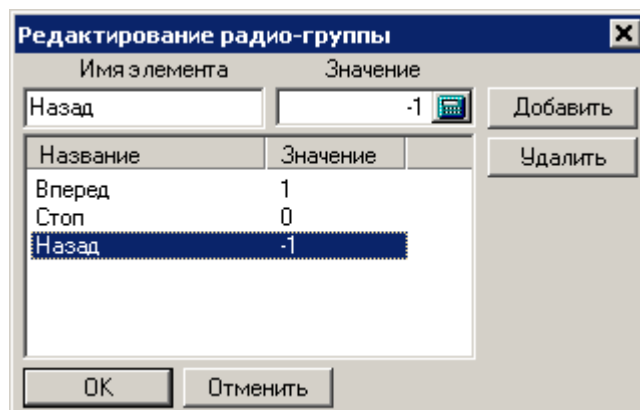

Рис.4.44. Окно редактирования радио-группы
- **Значения** – связывает название пунктов и численные значения идентификаторов, см. рис. 4.44;